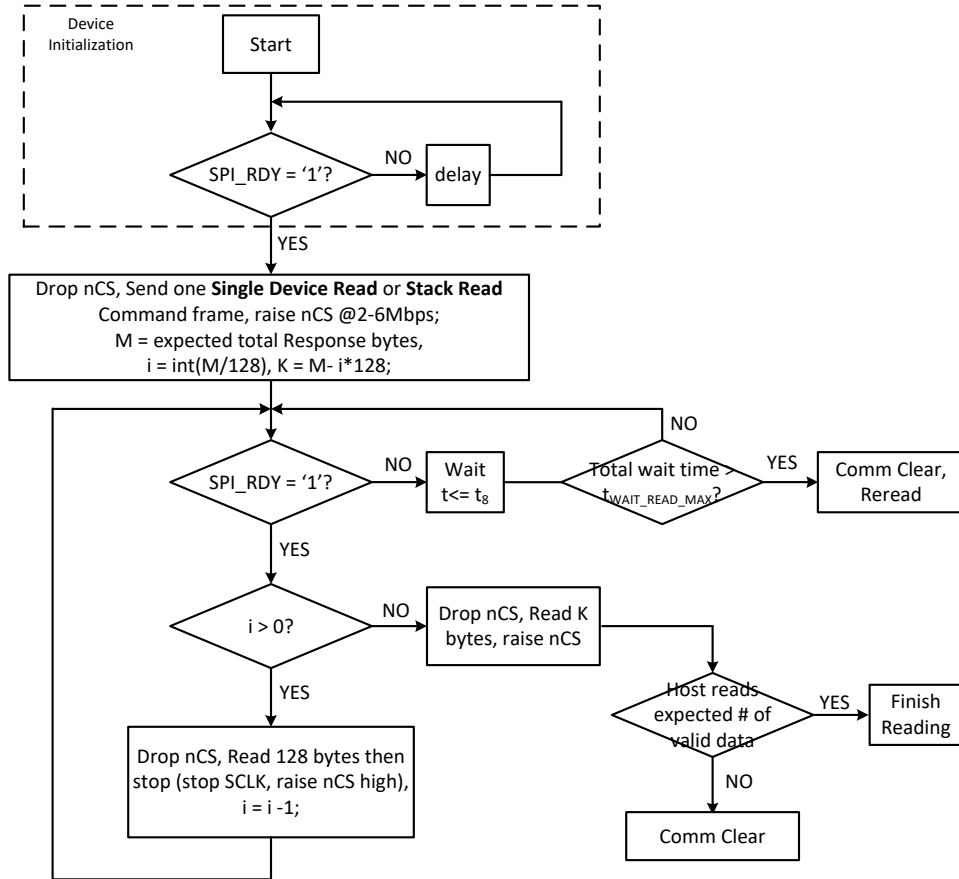
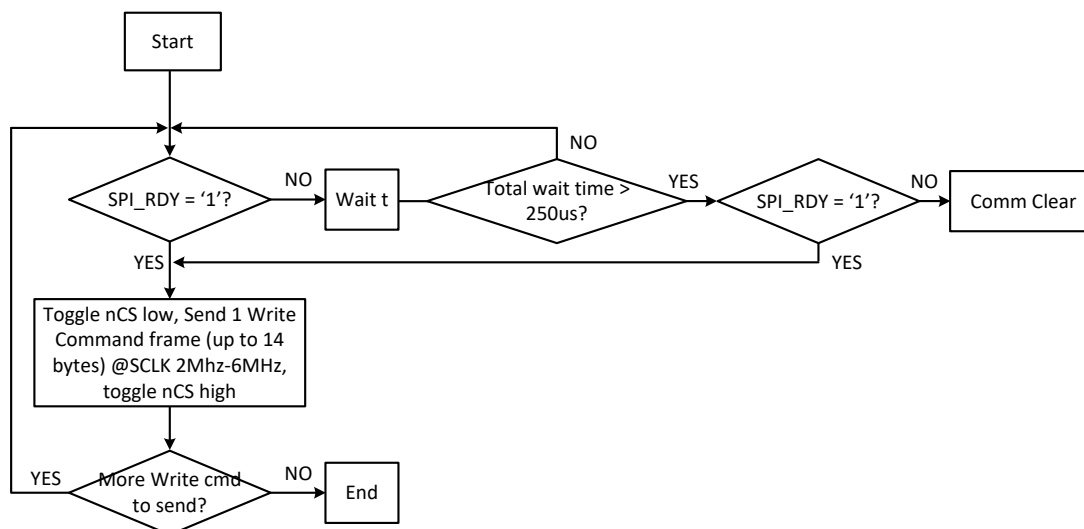

图 7-16. Flow Chart to Read from Device
图 7-17. Flow Chart to Send Write Command Frame to Device
- 为避免菊花链接口上的冲突，MCU 必须等到接收到所有预期的响应帧 (或等待计时器到期) 后再向 BQ79600 发送另一个命令帧。请参阅图 7-16 中的流程图。
User shall follow flow chart 图 7-16 to do read from device and 图 7-17 to do write to device activities.
- SPI_RDY 为低电平超过预期时间，即 READ 模式中的 $t_{\text{SPI_RD_WAIT_MAX}}$ (图 7-16)，而在将写命令帧发送到器件时为 220 μs 。请勿在此等待时间结束前发送 Comm Clear 命令。